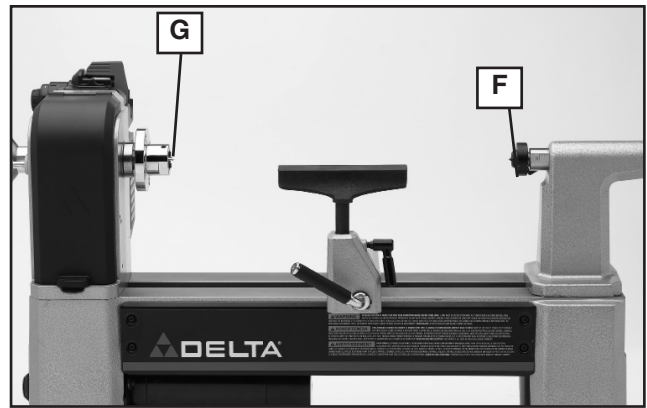
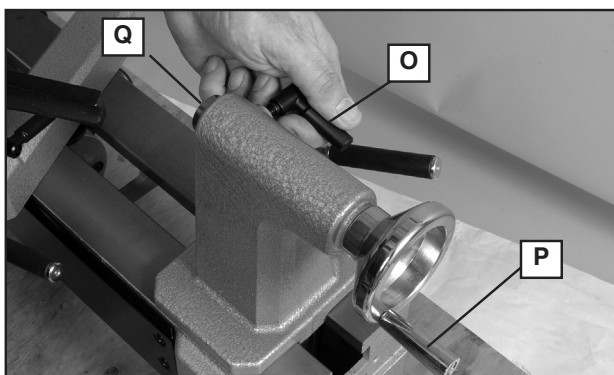
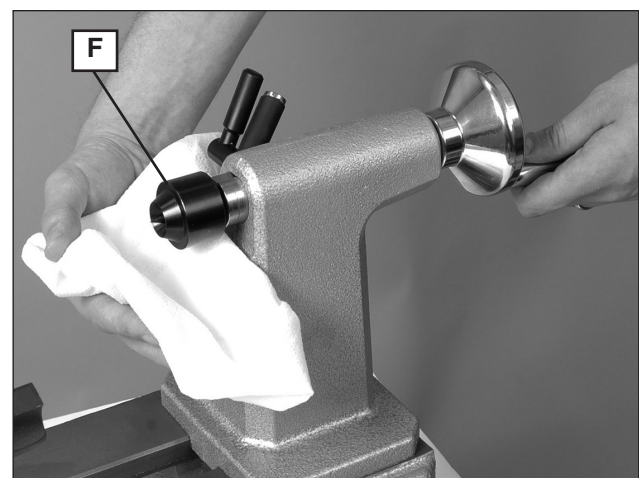

Fig. 5
Fig. 8
Fig. 9
**⚠ AVERTISSEMENT :** Pour réduire le risque de blessures, s'assurer que la section conique de la pointe à griffe (G) est propre avant de remonter la pièce sur l'arbre de la poupée fixe.
La pointe à griffe (G), fig. 5, et la pointe d'entraînement (F), fig. 9, s'utilisent conjointement (comme montré à la fig. 5) pour tourner des pièces d'au plus 419 mm (16-1/2 po) de longueur.
Desserrer la vis (O) de blocage du fourreau de la poupée mobile, fig. 8. Tourner la manivelle (P) de la poupée mobile de trois tours complets dans le sens horaire pour faire avancer le fourreau (Q). Puis, bien ajuster la pointe d'entraînement (F), fig. 9, dans le fourreau. La vis (O) de blocage du fourreau de la poupée mobile, fig. 8, sera serrée après le montage de la pièce à tourner, sur le tour.
Pour éjecter la pointe d'entraînement (F), fig. 9, tourner la manivelle (P) de la poupée mobile, fig. 8, dans le sens antihoraire pour faire reculer le fourreau. Avec le dégagement du fourreau, la pointe d'entraînement touche une goupille d'éjection interne. À ce moment, la manivelle sera plus difficile à tourner. Tourner au-delà de ce point et la pointe d'entraînement se desserrera et se retirera alors facilement.